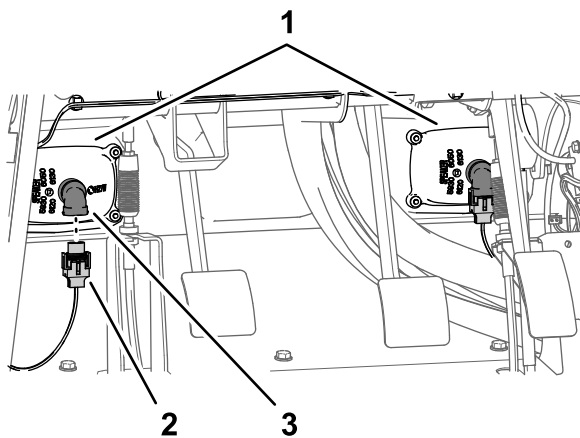

図 214
クタに接続する 図 214。
1. 内側フェンダシュラウドを、左上および左下のフレームチューブに合わせる 図 214。